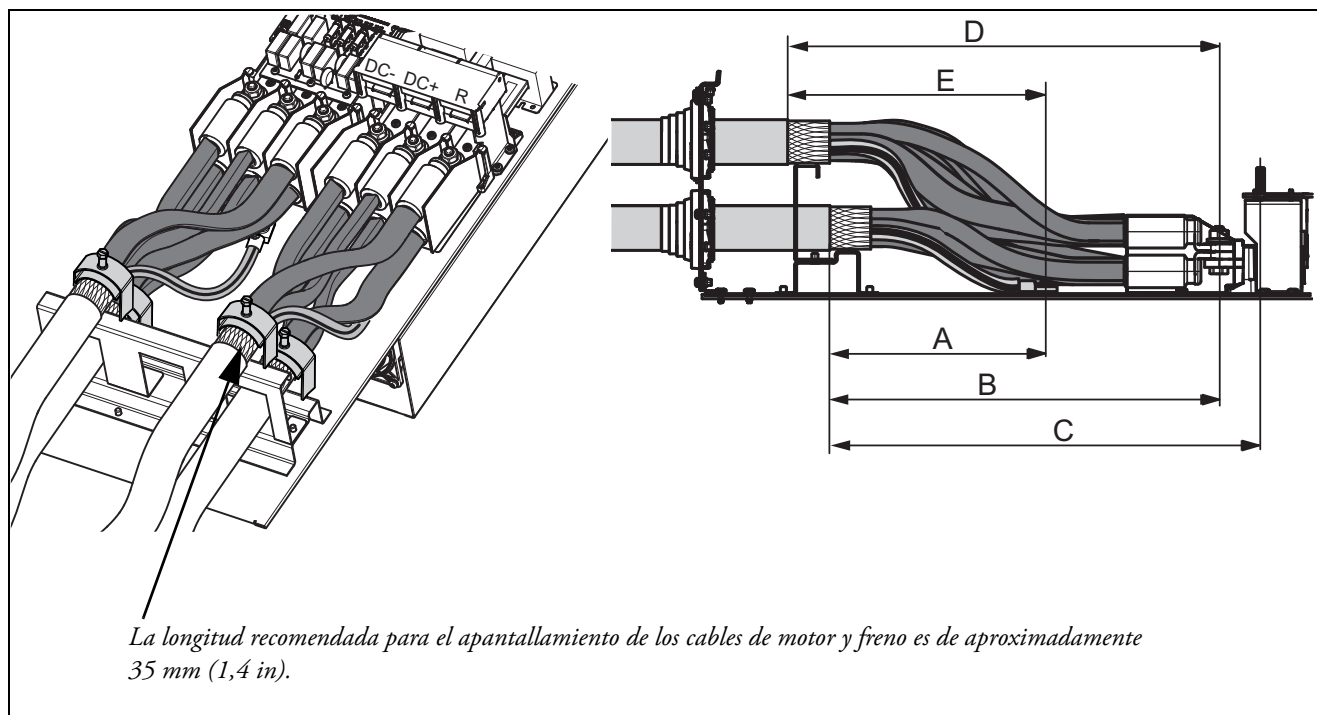

Fig. 61 Distancias desde la abrazadera de cables hasta los pernos de conexión del tamaño FA.
4. Desforre los cables de acuerdo con la tabla 15 y la fig. 61.
3. Desforre los cables de acuerdo con la tabla 17 y la fig. 61.
La Fig.61 indica la distancia desde la abrazadera de cables hasta los pernos de conexión para decidir la longitud de desforrado de los cables.